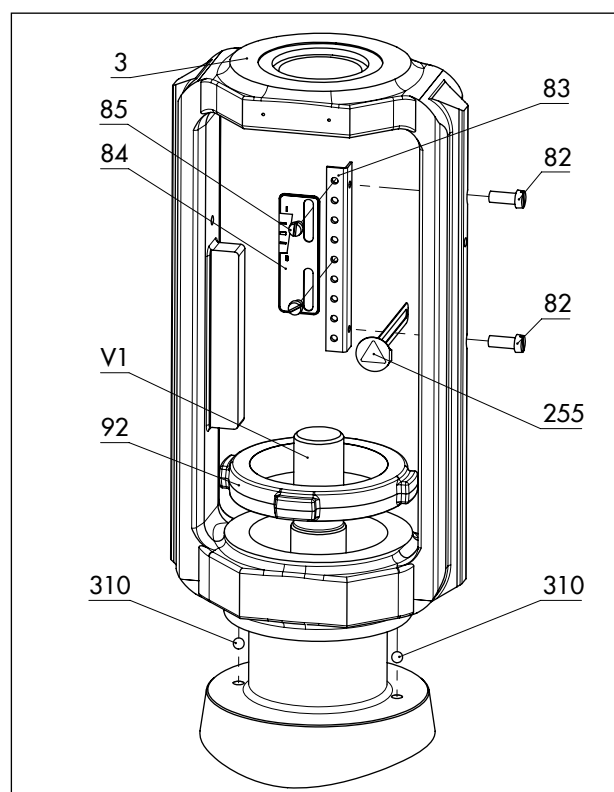
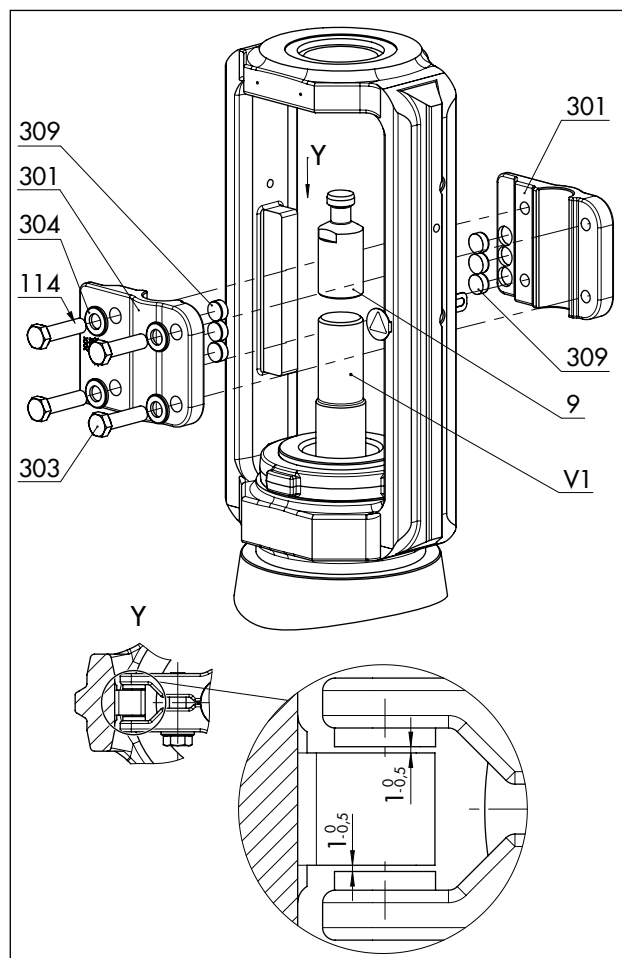

Bild 14: Montageübersicht der Baugruppe Joch mit Hubschild in der Standardausführung
Bild 15: Montageübersicht der Verdrehsicherung in der Standardausführung
Vgl. Bild 14 und Bild 15
- Zwischen den Gleitscheiben und ihrer Auflage am Joch ist ein nomineller Spalt zwischen 0,5 und 1 mm auf jeder Seite (vgl. Detail Y in Bild 15).